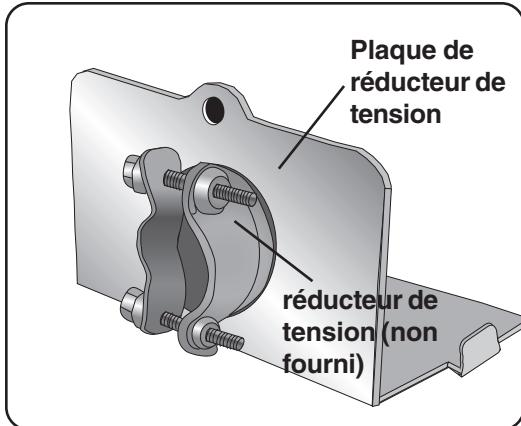

Figure 27
- 1 Retirer la plaque de réducteur de tension et installer un réducteur de tension (non fourni) sur l'ouverture de la plaque de réducteur de tension. **REMARQUE :** Orienter le réducteur de tension comme à la **figure 27**.